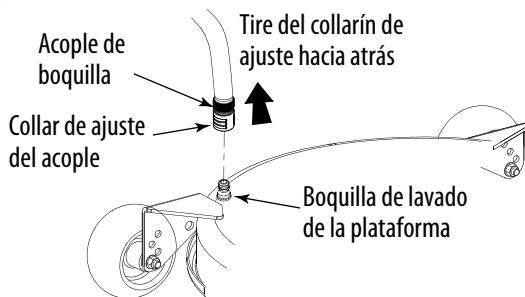

Figura 6-2
- Tire hacia atrás el collarín de ajuste del adaptador del pico y empuje el adaptador hacia uno de los picos de lavado de plataforma de cualquiera de los dos extremos de la plataforma de la cortadora de césped. Suelte el collarín de ajuste para tratar el adaptador en el pico. Vea la Figura 6-2.